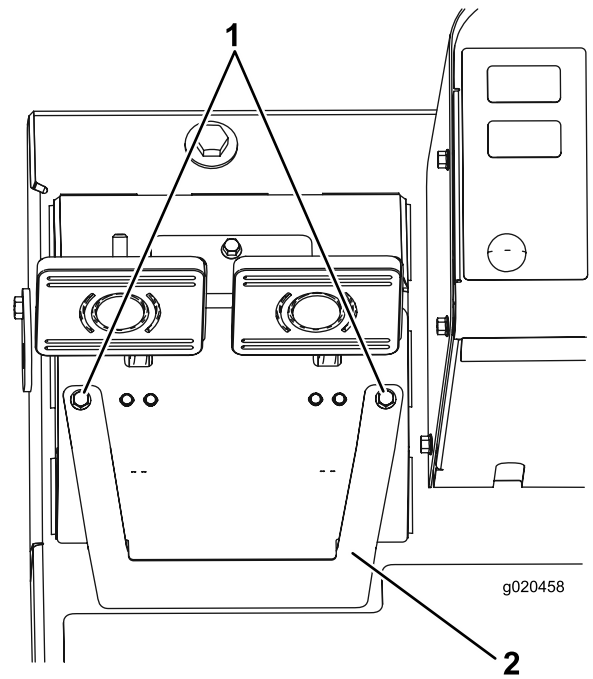

Bild 94
- Lösen Sie die zwei Befestigungsschrauben und nehmen die Bremseinstellabdeckung ab (Bild 94).